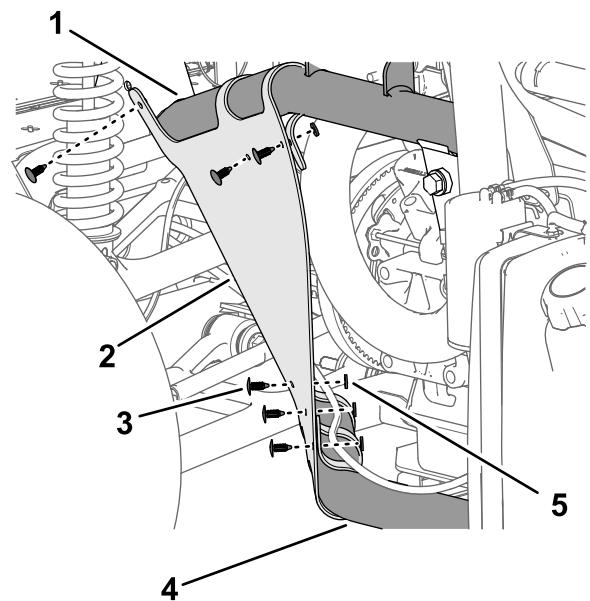

Figura 216
- Allineate la copertura del parafrango interno ai tubi del telaio superiore sinistro e del telaio inferiore sinistro (Figura 216).
- Fissate la copertura del parafrango interno ai tubi del telaio con 6 dispositivi di fissaggio a spinta (Figura 216).
- Allineate i fori nel parafrango con i fori nel telaio della macchina, come illustrato nella Figura 216.